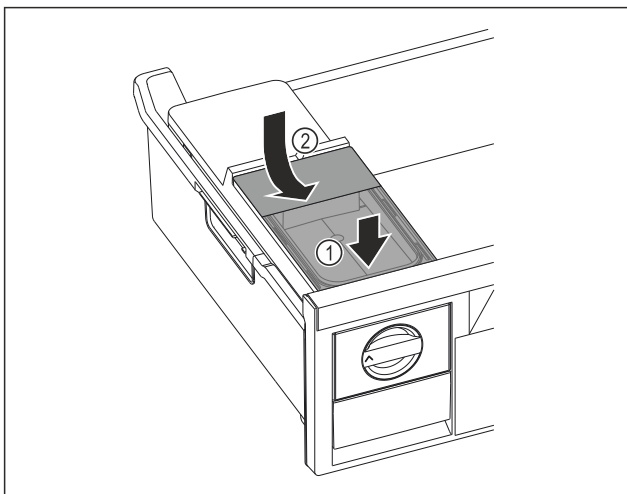

Fig. 77
- ▶ Установите бак для воды спереди. Fig. 77 (1)
- ▶ Опустить бак для воды сзади. Fig. 77 (2)